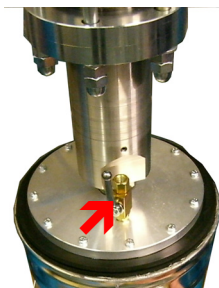

Imagen 8.2
- Abra el grifo en la placa de seguimiento (fig. 8.2) hasta que la placa de seguimiento se sumerja en el cubo para purgar el aire de debajo.